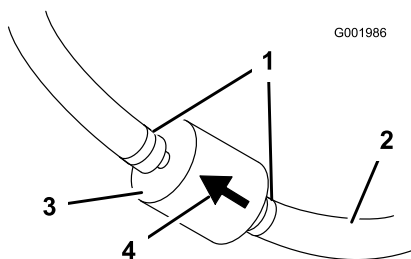

Figure 52
5. Pincez les extrémités des colliers et faites glisser ceux-ci pour les éloigner du filtre (Figure 52).